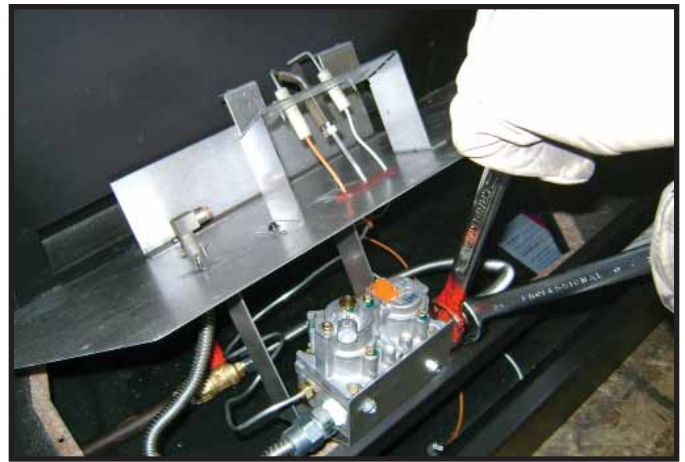

Abbildung 16.7 Gasventil abklemmen
3. Setzen Sie die Ventilhalterung an die Frontlippe des Brennkammerbodens. Schalten Sie das Kugelventil „aus“. Klemmen Sie das Gasventil an der flexiblen Kugelventil-Baugruppe an der Druckverschraubung ab. Siehe Abbildung 16.7.